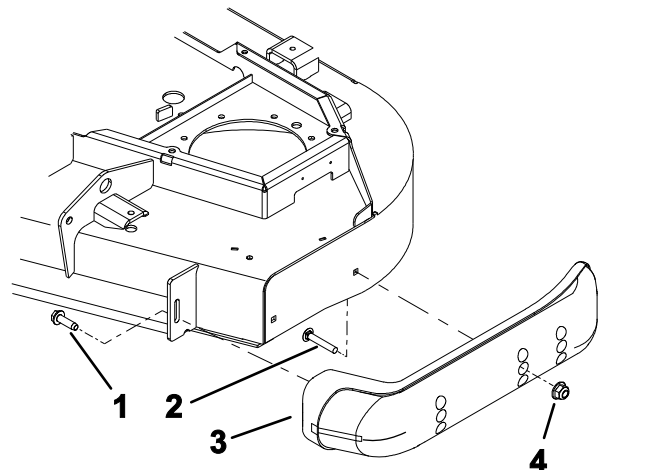

Figura 12
3. Desaperte o parafuso na frente de cada patim (Figura 12).
5. Desloque cada patim para a posição desejada e prenda-os com os parafusos de cabeça de flange e as porcas (Figura 12).